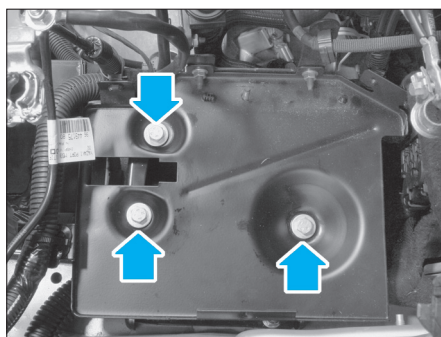

FIG. 2
- Déposer le support batterie (3 vis) (Fig.2).